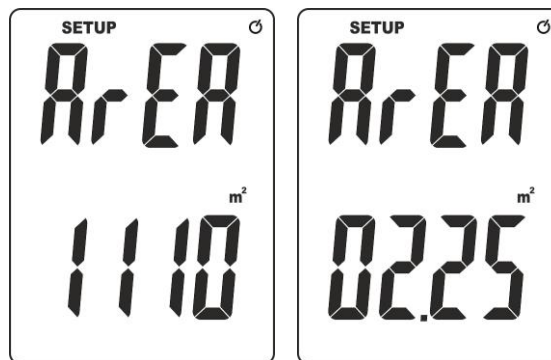

Fig. 4: Impostazione valore area del condotto
5. Premere il tasto **ENT** per confermare. La videata di Fig. 4 – parte sinistra è mostrata a display
7. Premere i tasti **▲UNIT** o **UNIT▼** per impostare il valore dell'area del condotto nel campo: **0.001 ÷ 9999** procedendo da destra verso sinistra e premendo il tasto **ENT** per confermare ogni cifra (vedere Fig. 4 – parte destra) relativa ad esempio ad un condotto quadrato di lato 1.5m x1.5m)